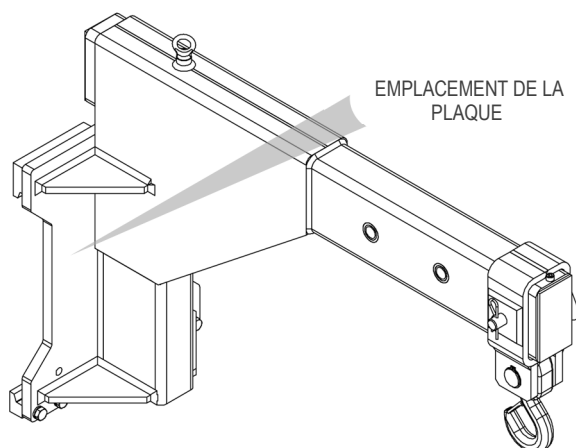
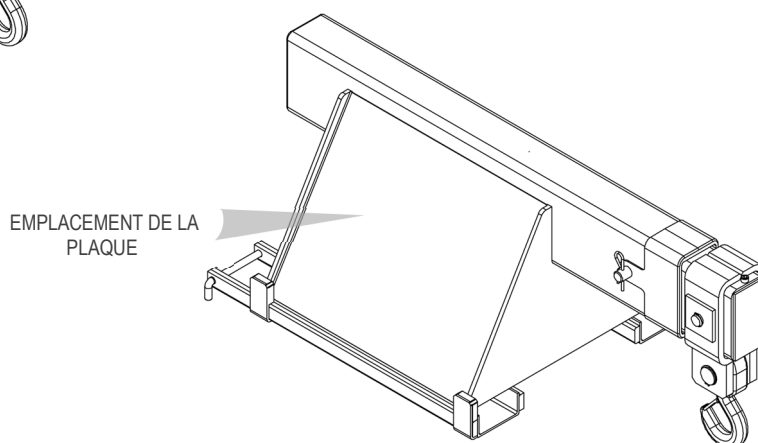

Figure 1
Figure 2
Tous les équipements A.T.I.B. - «GRUE À FLÈCHE FIXE TYPE 980 | GRUE À FLÈCHE AMOVIBLE TYPE 975 | GRUE À FLÈCHE AMOVIBLE TYPE 976» sont identifiées par une plaque adhésive (voir *Tableau 1*) placée sur l'équipement (voir *figure 1* et *figure 2*). La position de la plaque signalétique peut varier en fonction de l'équipement. Toujours se référer au numéro de série.
4. Pour la manutention, utiliser des courroies ou des chaînes correctement dimensionnées par rapport au poids de l'équipement indiqué sur la plaque signalétique (voir *Figure 1* et *Tableau 1* à la page 7).